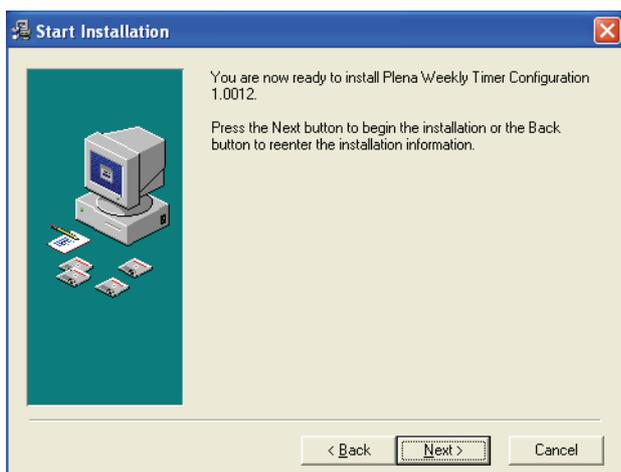

figura 8.4: Iniciar instalación
- 4 Seleccione el grupo administrador de programa y a continuación haga clic en [Next]. Se mostrará una ventana similar a la de figura 8.4.